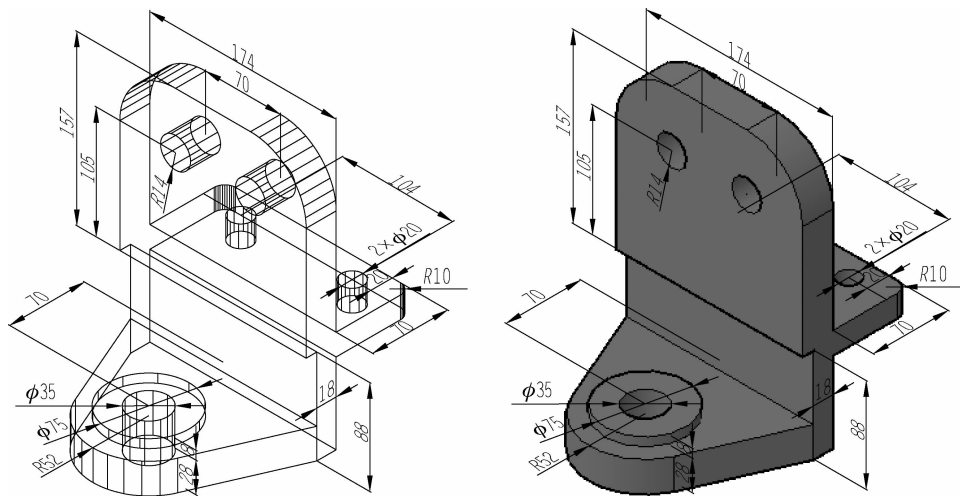
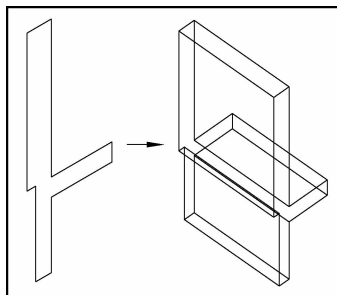
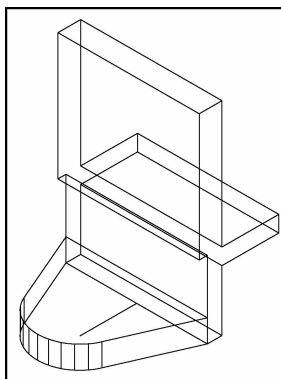

图 11-50 三维图 1
图 11-51 横截面拉伸
图 11-52 底座截面拉伸
【实例精练 2】创建图 11-50 所示的三维图。
通过绘制图 11-50 所示的图形,熟练掌握三维命令中的拉伸、三维阵列、差集、并集、尺寸标注及坐标转换等命令,并能灵活运用。
(1)根据图 11-50 所示的尺寸绘制横截面并对其进行拉伸,拉伸高度为 174,如图 11-51 所示。
(2)根据图 11-50 所示的尺寸绘制底座截面并对其进行拉伸,拉伸高度为 28,如图 11-52 所示。
(6)对绘制的图形进行标注尺寸,注意坐标轴的转换,最终效果如图 11-50 所示。